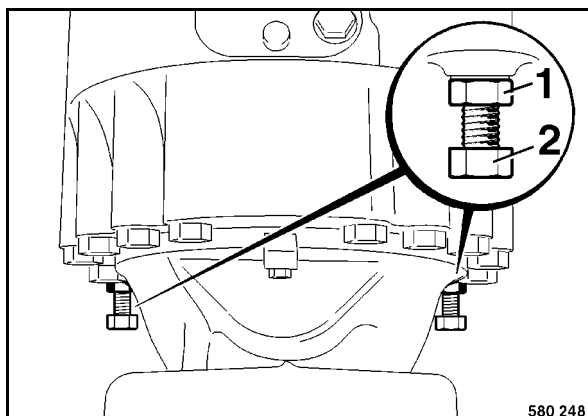

Fig. 61
- Para soltar los frenos hay que girar las contratuercas 1 (Fig. 61) unos 8 mm hacia atrás.
- Enroscar los tornillos para soltar el freno (2) hasta el tope.